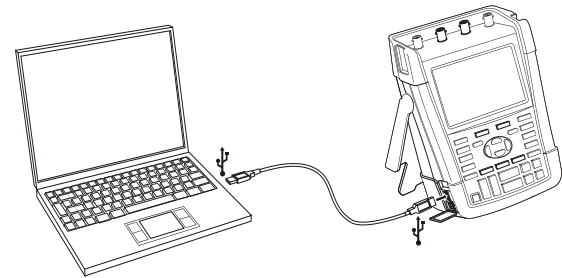

Figure 36. Connexion d'un ordinateur
- Utilisez un câble d'interface USB-A vers mini-USB-B pour brancher l'ordinateur au mini PORT USB de l'outil de diagnostic (Voir Figure 36).